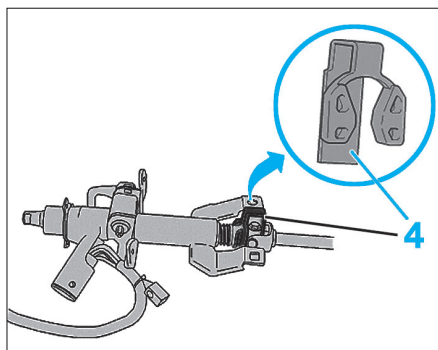

Fig. 10
Les colonnes de direction sont livrées avec une cale antibrisure (4) pour protéger le cardan pendant les opérations de maintenance (Fig.10). Retirer la cale (4) après la repose de la colonne de direction